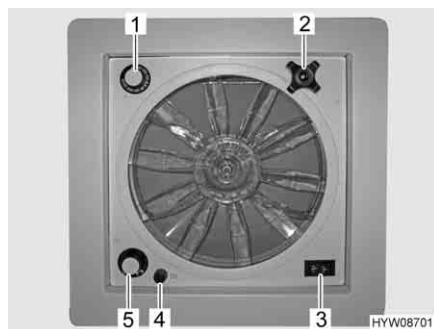

Fig. 51 Oblò con ventilatore
- ▷ Un fusibile da 4 A (Fig. 51,4) protegge da sovraccarico il motore del ventilatore. Se si verifica un sovraccarico: Individuare per prima cosa la causa (ad es. il ventilatore è sporco), poi sostituire il fusibile.
**Apertura oblò:** ■ Ruotare la maniglia girevole (Fig. 51,2), finché non si raggiunge l'angolo di apertura desiderato.
- Aerazione/sfiato:* ■ Portare l'interruttore a levetta (Fig. 51,3) su "Aerazione" (flusso d'aria dall'esterno verso l'interno) o "Sfiato" (flusso d'aria dall'interno verso l'esterno).
- Spegnimento del ventilatore:* ■ Portare l'interruttore a levetta (Fig. 51,3) sulla posizione centrale.
- Impostazione della velocità del ventilatore:* ■ Posizionare l'interruttore girevole (Fig. 51,5) sul grado desiderato:
- Impostazione della temperatura:* ■ Ruotare il termostato (Fig. 51,1) fino alla battuta in direzione "blu".